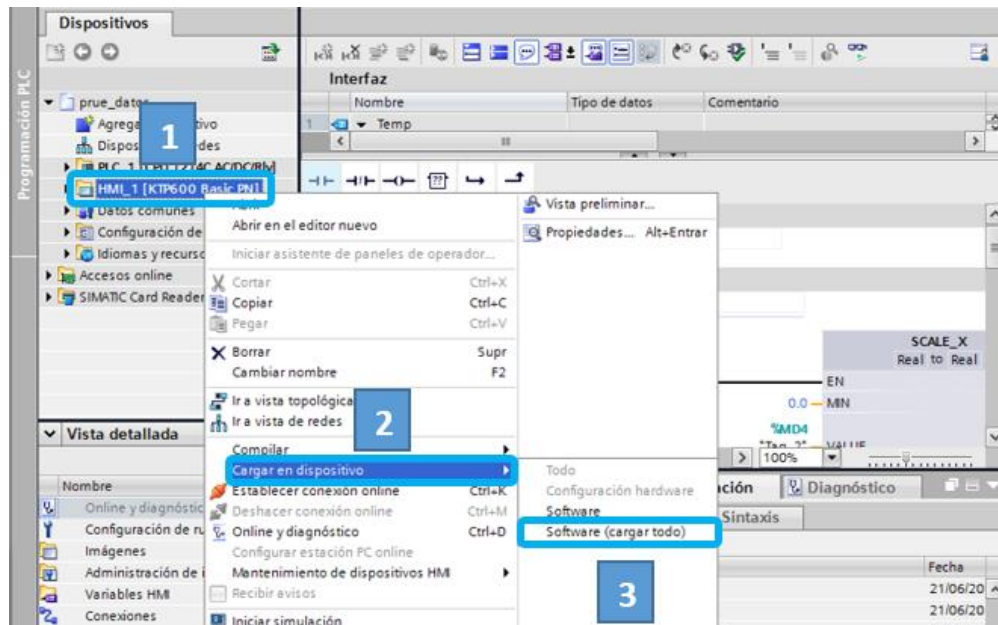

Figura 2.56: Cargar la programación en el HMI.
6. Dar clic derecho en la carpeta HMI, dirigirse a Cargar y dar clic en Software (cargar todo) como se indica en la figura 2.56.